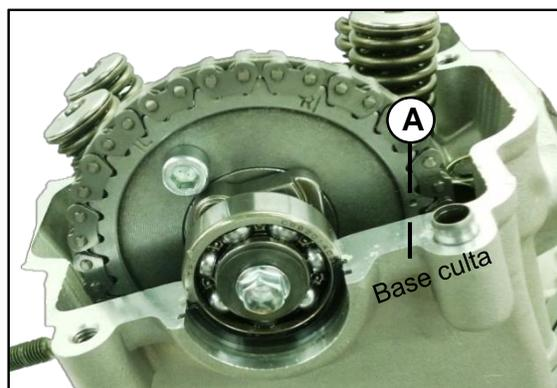

Fig. 20
Al momento de ensamblar el árbol de levas verificar su correcta posición, este punto de referencia (A) debe hacerse coincidir con la base de la culata. **Fig. 20**